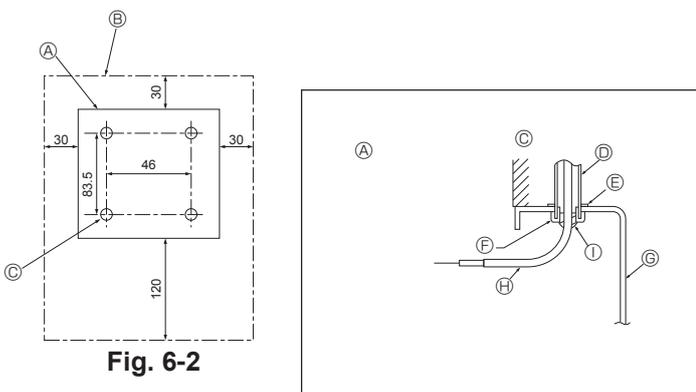

Fig. 6-2
(1) Kies een plaats waar u de afstandsbediening wilt monteren. (Fig. 6-2)
#### [Fig.6-2]